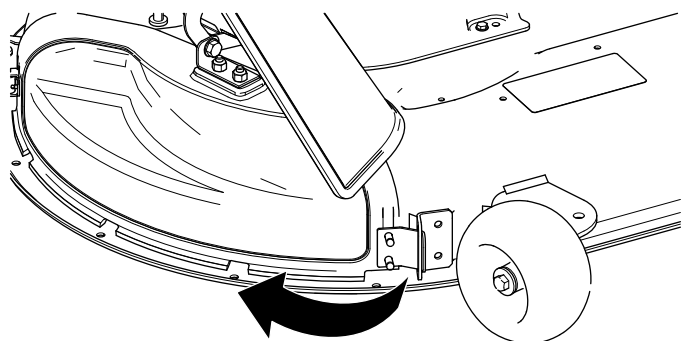

Figure 15
4. Ramenez le couvercle d'éjection vers le plateau de coupe de sorte à les aligner (Figure 15).